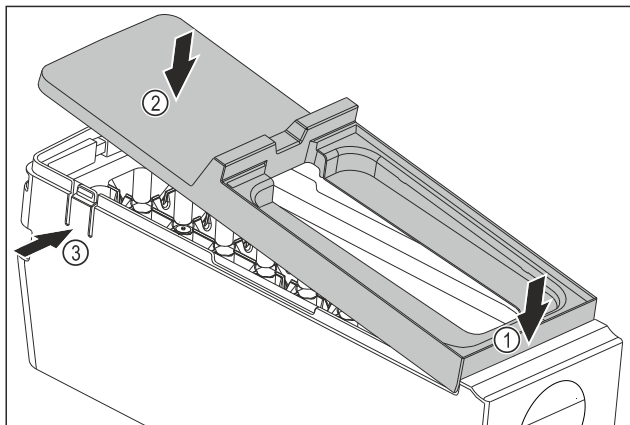

Fig. 99
- ▶ Montering af EasyTwist-Ice-legemets afdækning: Påsæt afdækningen foran. Fig. 99 (1)
- ▶ Sænk afdækningen bagtil. Fig. 99 (2)
- ▷ Afdækningen går hørbart i indgreb i begge lasker Fig. 99 (3).